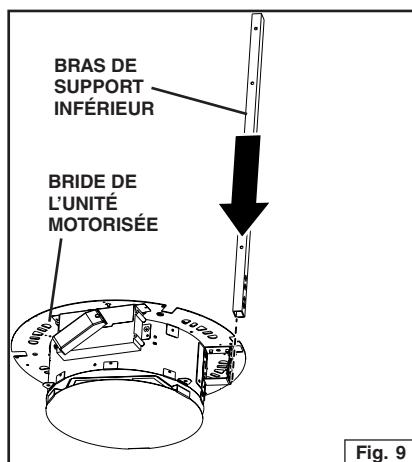

Fig. 9
1. Fixez les bras de support inférieurs à chaque unité. Glissez le bras de support dans la fente de la bride de l'unité. Fig. 9.